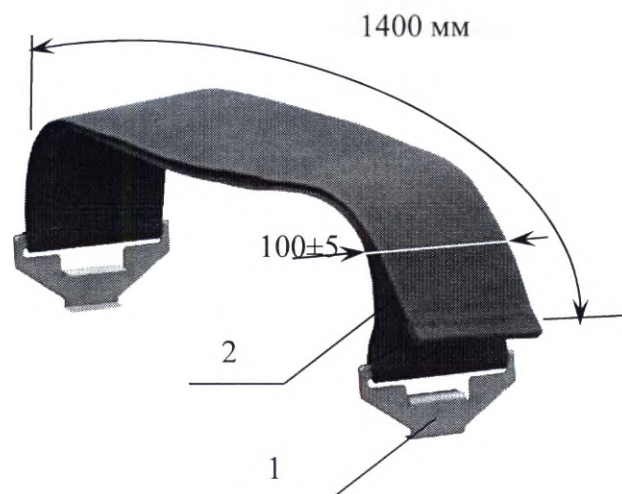

Рисунок 4. Ремень для фиксации туловища.
4. Ремень для фиксации туловища (поясной ремень) (Рисунок 4). Мягкий синтетический ремень шириной 100 мм с крепежными зацепами, регулируется по длине.